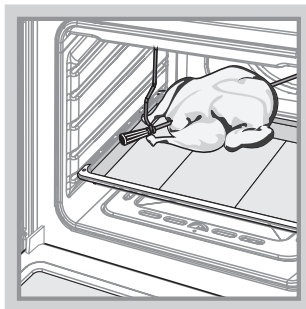

Рис.7
- Насадите на штык кусок мяса или тушку птицы и закрепите его вилокami посредством крепежных винтов. Закрепленный на штыке кусок мяса должен находиться точно под грилем (рис. 7).